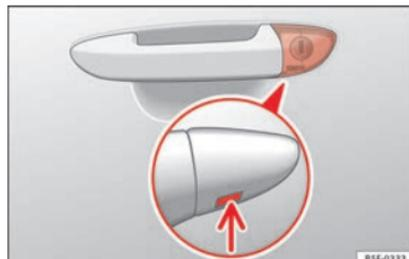

Fig. 3 Maniglia della porta del conducente: serratura di chiusura non visibile.
- Introdurre l'ingegno nell'apertura inferiore del coperchio posto sulla maniglia della porta del conducente » fig. 3 (freccia) e sollevare il coperchio dal basso verso l'alto.